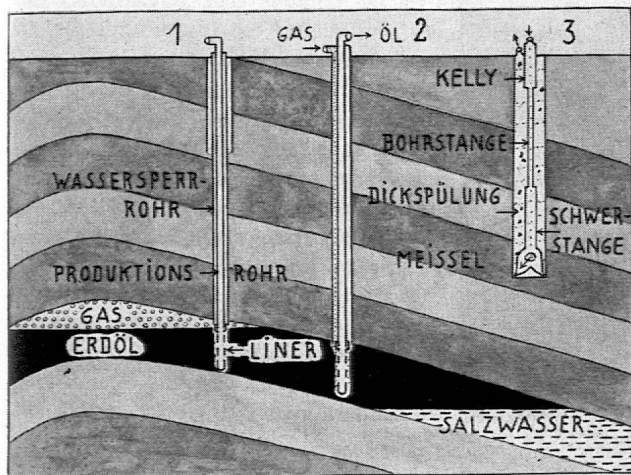

Fig. 1. Schema eines Oelfeldes.
6. Die oberste *Bohrstange* (drill stem), die eben von den Bohrmeistern eingeschraubt wird, ist hohl und ist unter der Drehbühne geöffnet dargestellt, damit man den Inhalt sehen kann, die Dickspülung. Das ganze Bohrgestänge besteht aus drei Sorten Röhren: Unmittelbar unter dem Drehtisch wird jeweils die sogenannte Mitnehmerstange (kelly) eingesetzt; darunter folgen eine grosse Zahl normaler Bohrstangen wie Nr. 6, und zu unterst werden einige *Schwerstangen* (drill collar) zugefügt, deren Gewicht auf dem Bohrmeissel lastet und ihm den nötigen Bohrdruck verleiht. An der untersten Schwerstange ist der Meissel angeschraubt. Die erste Bohrstangenserie in Altishofen hatte $4\frac{1}{2}$ Zoll Durchmesser (vgl. Fig. 1).
10. Die obersten dicken Röhre heissen *Standrohre* (conductor pipes); diese Stand- oder Leitrohre dienen zum Abschluss des Bohrlochs gegen Wasser und zur Verankerung der über dem Bohrloch eingebauten Sicherheits-Absperrvorrichtungen, die im Bild weggelassen sind (vgl. Fig. 1).
12. Die *zementierte Zone* (cementation) reicht zirka 150 m über die Oelschicht und ist grau mit schwarzen Punkten gemalt. Das Zementieren ist eine ziemlich heikle Sache. Für den modernen Bohrbetrieb hat man Spezialzementwagen hergestellt. Der Bohrmeissel hängt am untern Ende des Bohrgestänges und rotiert in einer Kühlflüssigkeit, der Dickspülung (siehe unten). Nachdem der Meissel tief in die Oellage eingedrungen ist, wird an Stelle des Meissels ein durchlöcherndes Rohr (liner) eingebaut, durch dessen Oeffnungen dann Erdgas und Erdöl in das Produktionsrohr einströmen können (vgl. Fig. 1).
Altishofen), der die Masse auffangen soll. Dann wird auf das Tubingrohr eine reichverzweigte Röhre aufgesetzt (*Christmastree* — Nr. 22, im Bild unten rechts), der das flüssige Gold in verschiedene Verzweigungen ableiten soll (vgl. Fig. 1). Das selbsttätige Aufsteigen des Erdöls hat ein Herausspritzen zur Folge, falls kein Preventer angesetzt ist. In früheren Zeiten ergossen sich solche Spitzer — Gusher-spriter — einfach 30—50 m hoch ins Freie und gerieten oft in Brand. Später grub man vorsichtshalber grosse Erdgruben rings um den Bohrturm, um eventuelle Spritzer nicht in den Boden versickern zu sehen.